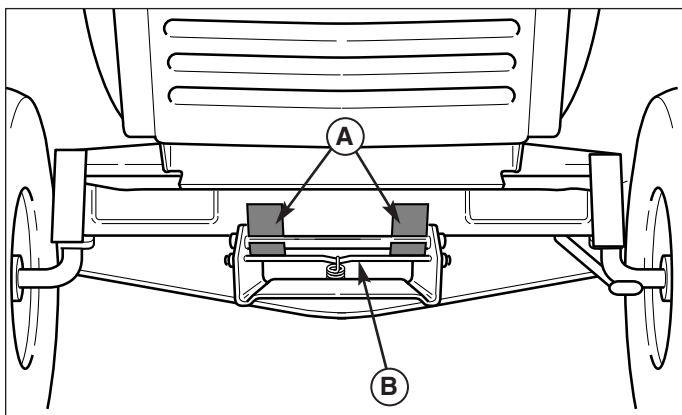

Figura 6. Sollevatore del tagliaerba
6. Girare le ruote in posizione diritta. Tirare indietro la leva elastica (B, Figura 6) ed alzare il sollevatore del tagliaerba dalle staffe del trattore.
3. Girare le ruote in posizione diritta. Tirare indietro la leva elastica (B, Figura 6) tirando in alto il sollevatore del tagliaerba. Installare il sollevatore del tagliaerba sulle staffe del sollevatore del trattore (A). Se installata correttamente, la leva elastica deve poggiare completamente sotto le piastre.